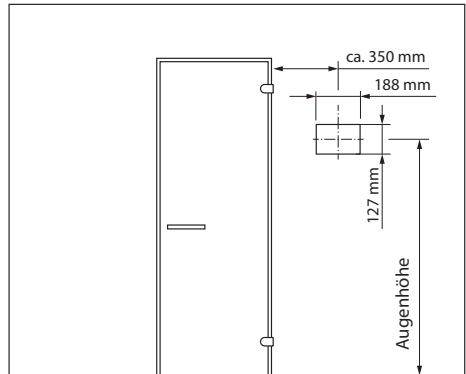

Abb. 5
2. Erstellen Sie einen Wandausschnitt 127 x 188 mm (Höhe x Breite, Abb. 5 und 7).